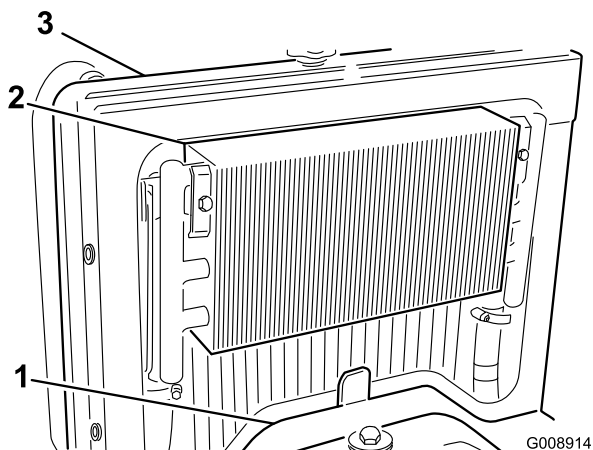

Figura 63
3. Togliete il pannello di accesso (Figura 63).